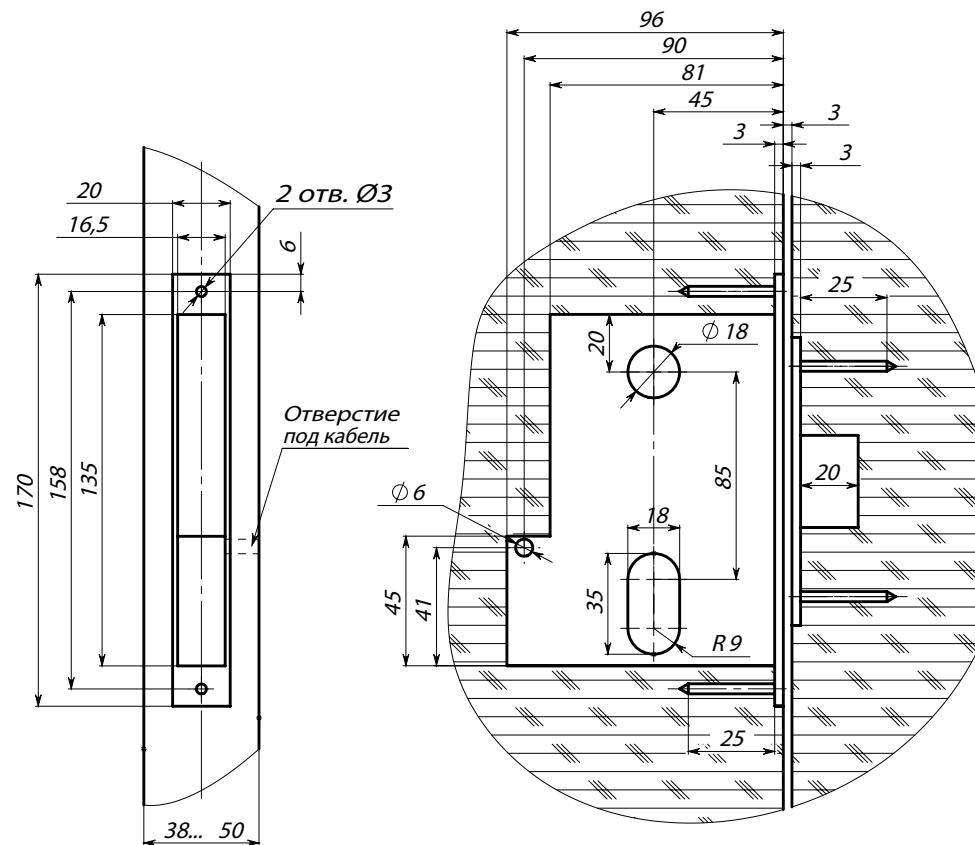

Рис.3 Разметка отверстий под замок
- выполните выборку установочного паза в дверной коробке в соответствии с разметкой по рис.3;
- установите запорную планку 8 в паз дверной коробки, обеспечив зазор 1,5 - 3 мм при закрытой двери между плоскостью планки 8 и накладкой 2. Паз запорной планки (рис.3) должен быть расположен строго симметрично относительно поперечного сечения ригеля замка;
1) Выполните в двери разделку в соответствии с разметкой (размеры - на рис.3);